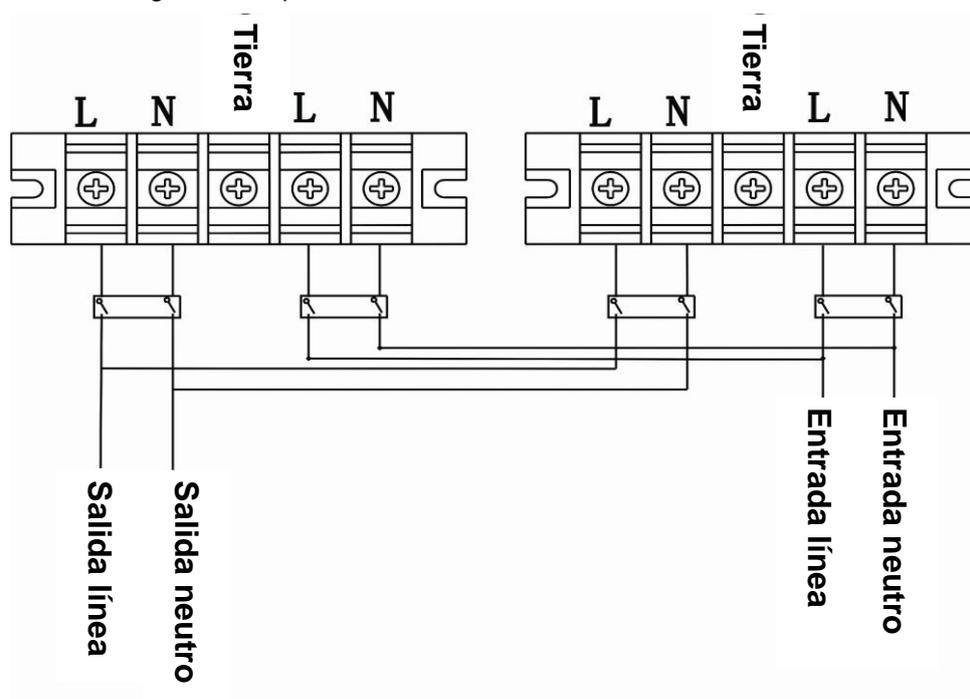

Figura 1: Conexión de los cables de potencia del sistema en paralelo
- 3) Conecte todos los interruptores de salida en un interruptor de salida principal, de potencia nominal suficiente para todos los SAI en paralelo. Las cargas se conectarán directamente a este interruptor, según figura 1.